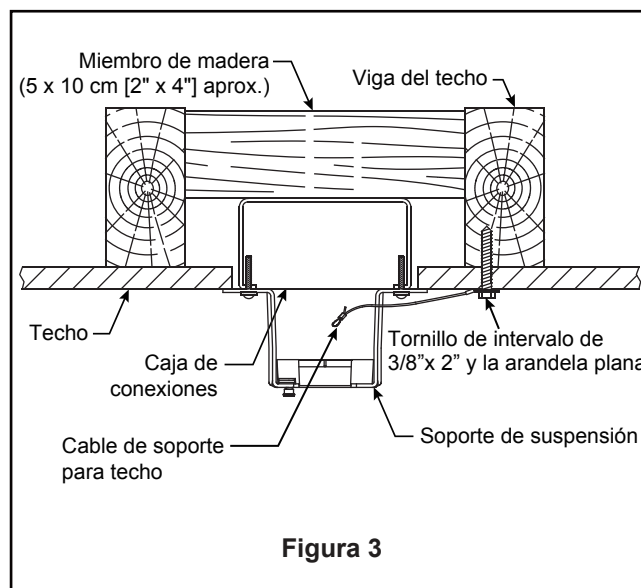

Figura 3
3. Afloje los dos tornillos de fijación del soporte del barril. Introduzca los cables de color negro, blanco y cable de soporte para techo a través de la varilla. (Figura 3)
- ☐ 1. Fije adecuadamente el soporte colgante a la caja de empalme del techo que sea aceptable para el soporte del techo. (Figura 3)
- ☐ 2. Perfore un orificio de 1/4" en la estructura del edificio para evitar grietas con la instalación del tornillo de intervalo. Utilice el tornillo de intervalo de 3/8"x 2" y la arandela plana para fijar el cable de seguridad a la viga del techo o a la estructura de madera. Dicho tornillo pasará a través de arandela plana, la presilla del cable de seguridad y se fijará en la estructura del edificio. (Figura 3)
NOTA: el cable de soporte para techo no se puede asegurar solamente a la caja de conexiones; se debe asegurar directamente a la viga de techo o miembro estructural con el tornillo de cabeza cuadrada de 3/8" x 2" y la arandela plana. (Figura 3)